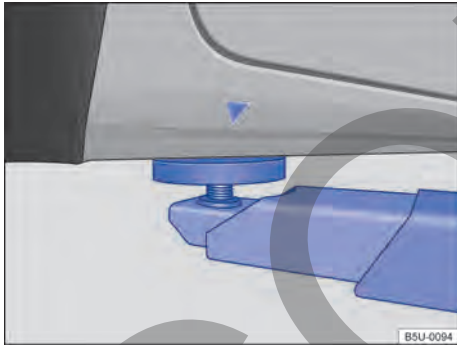
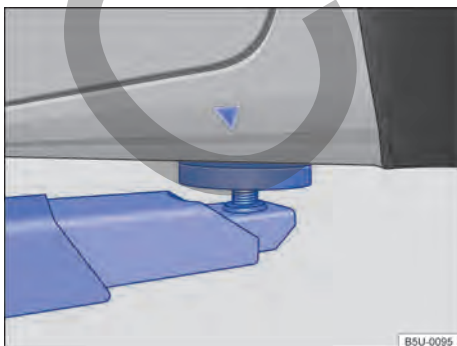

Fig. 226 Puntos de apoyo delanteros para la suspensión con plataforma elevadora o con gato.
Fig. 227 Puntos de apoyo traseros para la suspensión con plataforma elevadora o con gato.
El vehículo debe ser suspendido solamente por los puntos indicados en las figuras → fig. 226 y → fig. 227. Si el vehículo no está suspendido por los puntos indicados, pueden ocurrir daños en el vehículo → ⓘ y lesiones graves → ⚠.
- Suspender el vehículo solamente por los puntos indicados en las figuras → fig. 226 y → fig. 227. Si el vehículo no es suspendido por los puntos indicados, puede caer de la plataforma elevadora cuando, por ejemplo, se desmonta el motor o la suspensión.